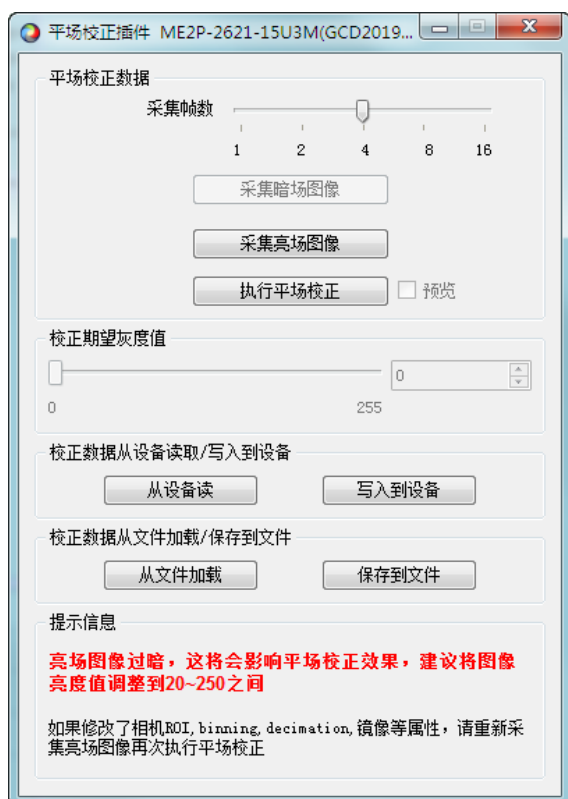

图 9-8 亮场图像过暗
- 4) 如果采集的亮场图像亮度小于 20 时，会在提示框中提示采集的亮场图像会影响平场校正效果，如图 9-8 所示，在这种情况下，建议您调整图像亮度在 20~250 之间，而后重新采集亮场图像；